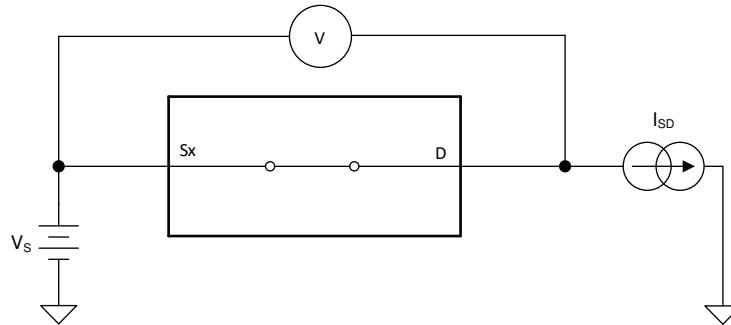

図 7-1. オン抵抗測定時の構成
デバイスのオン抵抗は、デバイスのソース・ピン (**Sx**) とドレイン・ピン (**D**) の間の抵抗値 (Ω) です。オン抵抗は、入力電圧と電源電圧によって変化します。オン抵抗は、記号 R_{ON} を使用して示されます。 R_{ON} の測定時に使用する構成を次の図に示します。図 7-1 に、この構成で測定された電圧 (V) と電流 (I_{SD}) を使用して、式 $R_{ON} = V / I_{SD}$ により R_{ON} を算出する方法を示します。